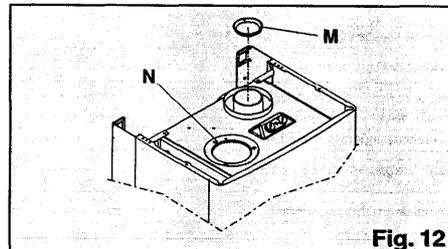

Fig. 12
La caldera se suministra predispuesta para empalmarla a conductos de evacuación/aspiración coaxiales, con la brida humos (M) instalada y la abertura para la aspiración del aire (N) cerrada (fig. 12).